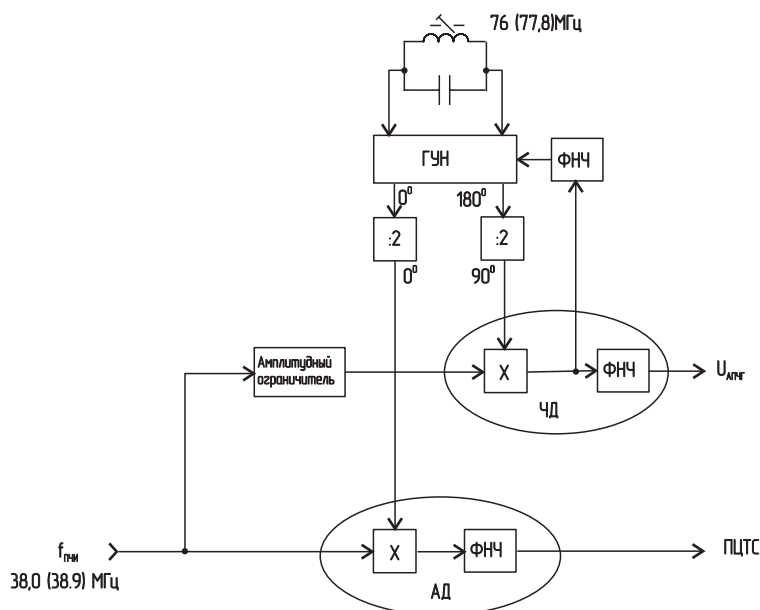

Рис. 14. Функциональная схема видеодетектора (АМ-детектора) и ЧМ-детектора схемы АПЧГ с ФАПЧ и общим устройством управления
«И. Б.»: Рассмотрим эти принципы по функциональной схеме **видеодетектора** (АМ-детектор) и **частотного детектора** схемы АПЧГ с общим устройством управления и **ФАПЧ**, которая изображена на рис. 14. Детектирование происходит в аналоговых перемножителях (X). Причем в амплитудном детекторе (АД) сигнал промежуточной частоты изображения и опорный сигнал, поступающие на X, совпадают по фазе, а в частотном (ЧД) имеют сдвиг 90°. Чтобы получить опорные сигналы с точным сдвигом по фазе 90°, используется генератор, управляемый напряжением (ГУН), работающий на частоте, равной удвоенной промежуточной частоте изображения (76,0 МГц для телевизоров стандарта стран СНГ и 77,8 МГц для телевизоров европейского стандарта), охваченный ФАПЧ. Генератор управляемый напряжением ГУН (на схемах импортных телевизоров используется сокращение VCO) вырабатывает два противофазных сигнала частотой 76,0 (77,8) МГц, частота которых делится на 2 с помощью делителей. Полученные таким образом сигналы будут иметь частоту 38,0 МГц (38,9 МГц - для европейского стандарта). Временной сдвиг между ними сохранится равным временному сдвигу между исходными сигналами до делителей, а т.к. период при делении частоты увеличивается, то фазовый сдвиг между этими сигналами станет вдвое меньше и будет составлять: 180°/2 = 90°. Детектируемый сигнал на вход частотного детектора поступает через амплитудный ограничитель, а напряжение с выхода ЧД используется как управляющее напряжение для ГУН и может использоваться как напряжение ошибки АПЧГ.
«В. Ч.»: Для чего в схеме амплитудный ограничитель и ФНЧ (рис. 14)?